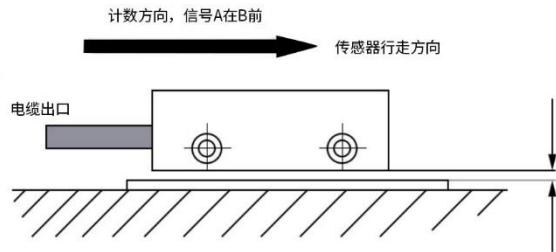
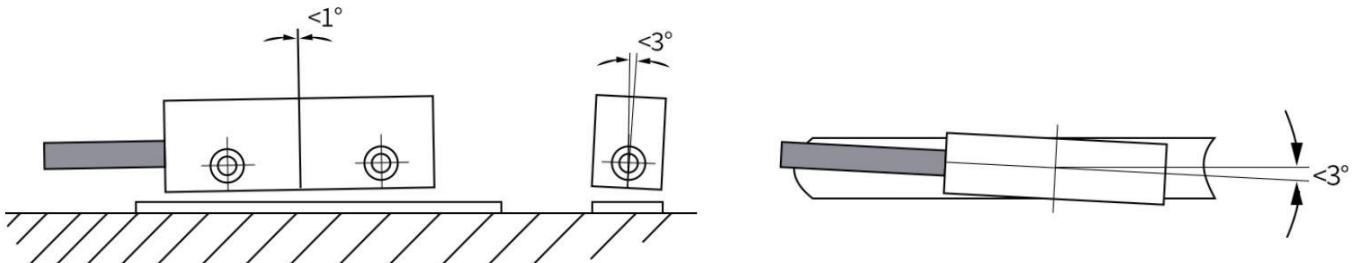

图 2-6 计数方向定义/安装
图 2-7 最大偏差
- 读数头必须与计数方向对齐 (见图 2-6)，如果计数方向会随跟踪电子装置 (例如磁显示装置) 而改变，则可以忽略。
- 安装磁栅尺读数头时，要确保磁条和读数头之间的间隙，应确保整个测量长度方向的最大偏差(见图 2-7)
- ◆ 观察在总行进距离中磁栅尺读数头和磁条之间的间隙是否超过容忍距离或读数头是否与磁条接触(见图 2-6、图 2-7)。